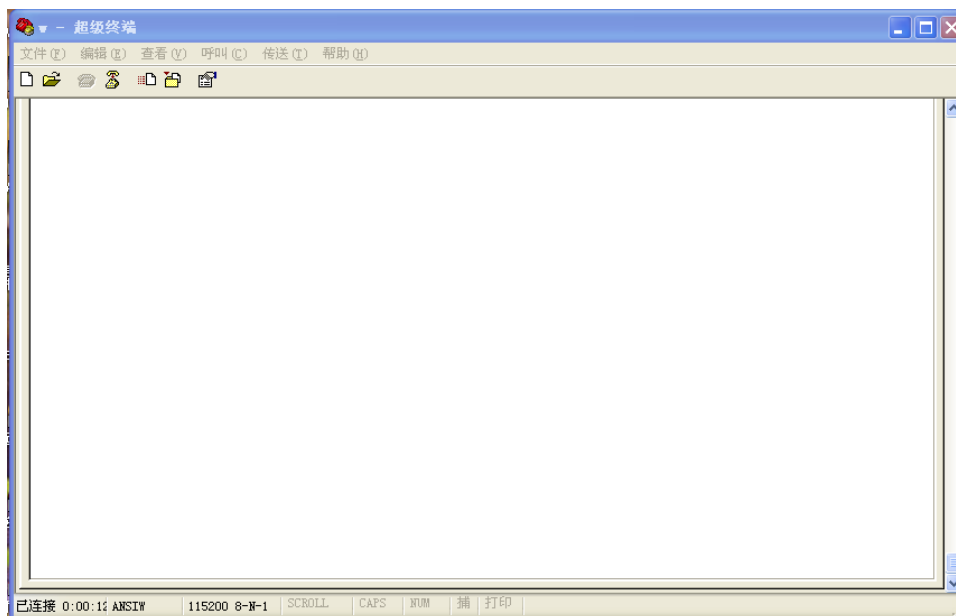

图 1 超级终端
1) 将配套串口连接线（双端母头交叉）连接 DTU 设备和电脑的 RS232 串口，在电脑上打开超级终端软件，并打开串口（115200, 8, N, 1, 无流控），如下图 1 所示为超级终端为未进入菜单的界面。